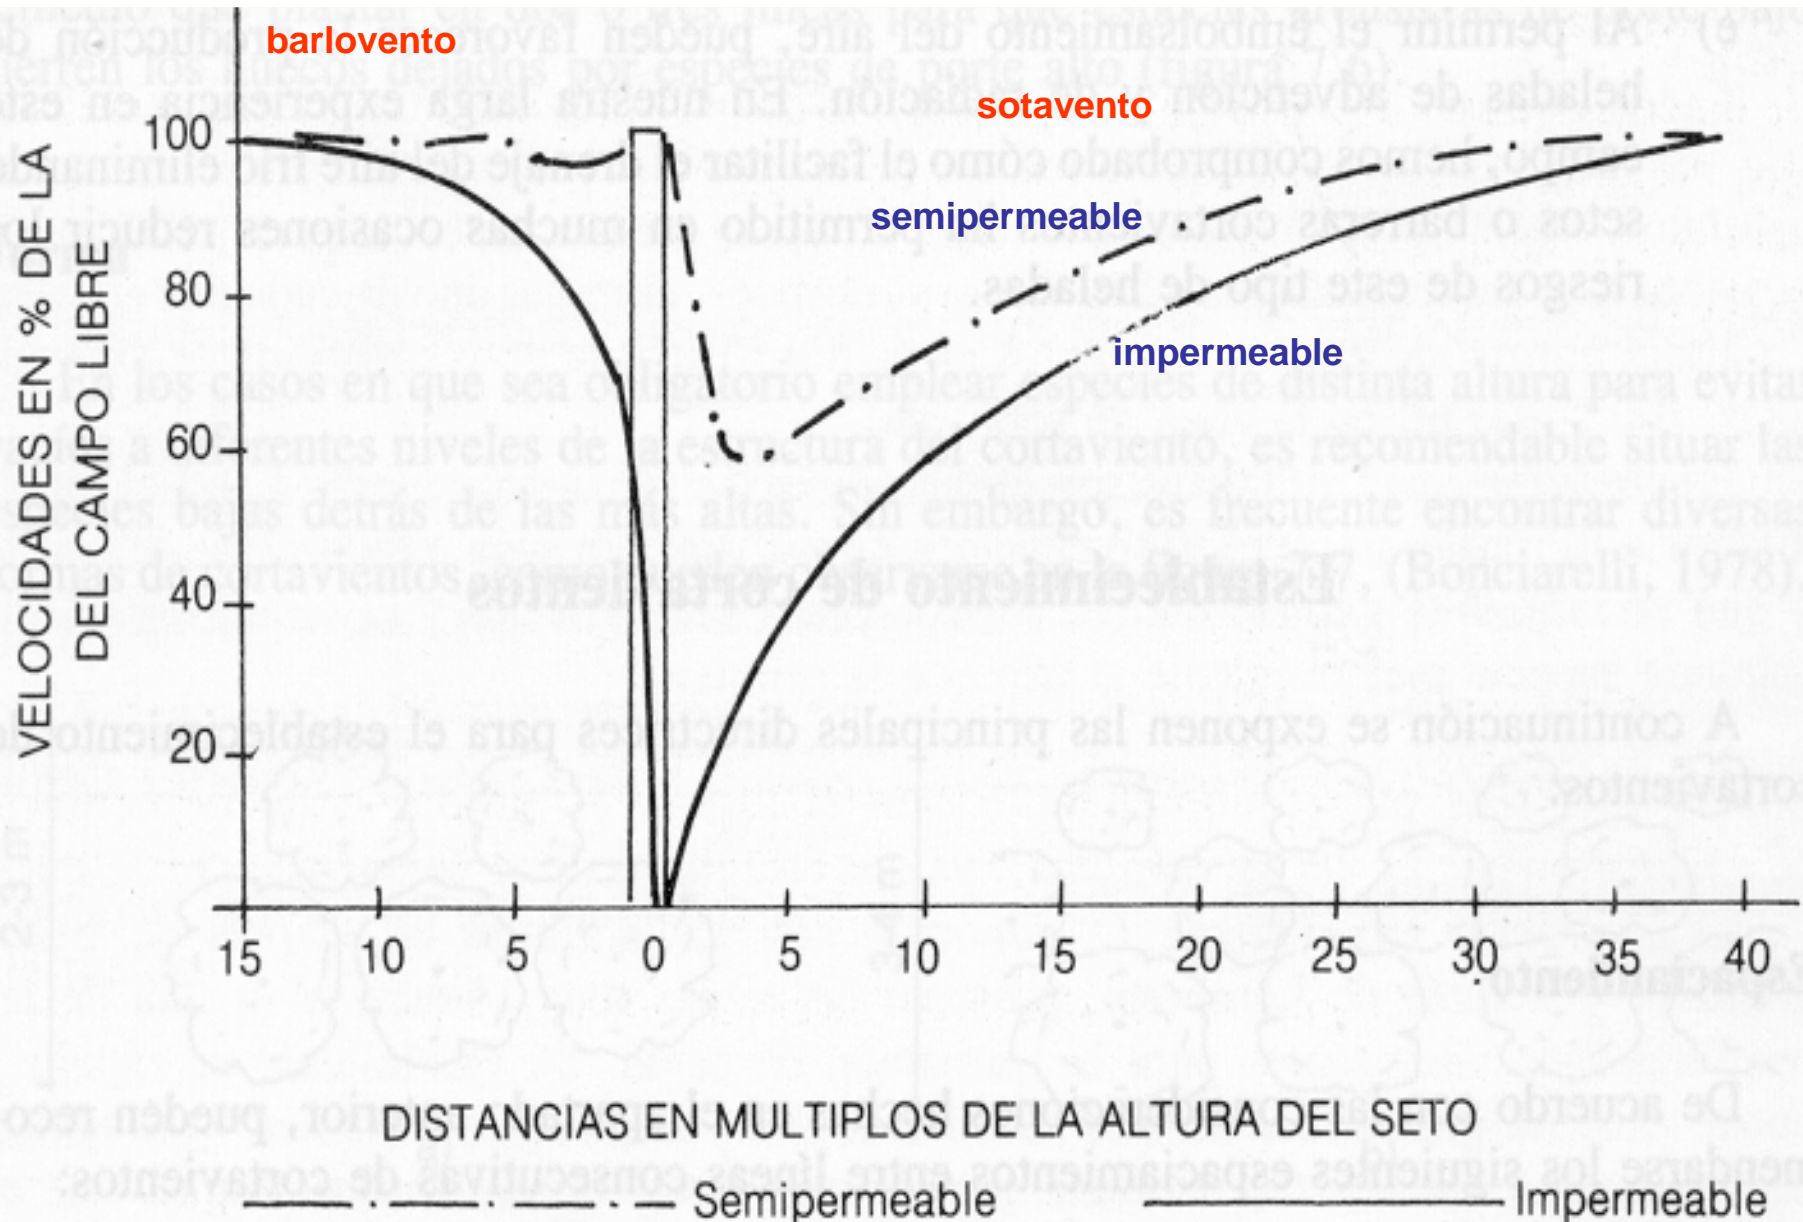

Figura 7.5 Velocidades del viento a barlovento y a sotavento de un seto según su estructura, García Salmeron (1966)
- La reducción más o menos intensa de la velocidad del viento depende de la permeabilidad del cortaviento. Pueden observarse, en la **figura 7.5**, las siguientes condiciones de interés: